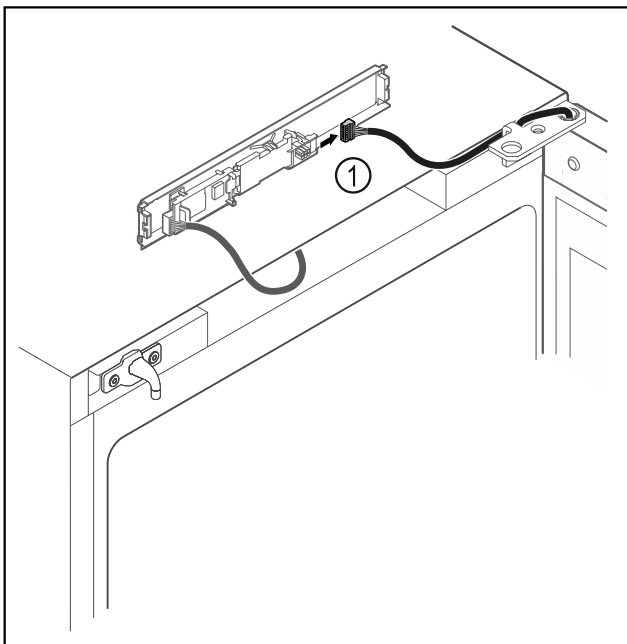

Fig. 4
- Stecker Fig. 4 (1) von Platine abstecken.